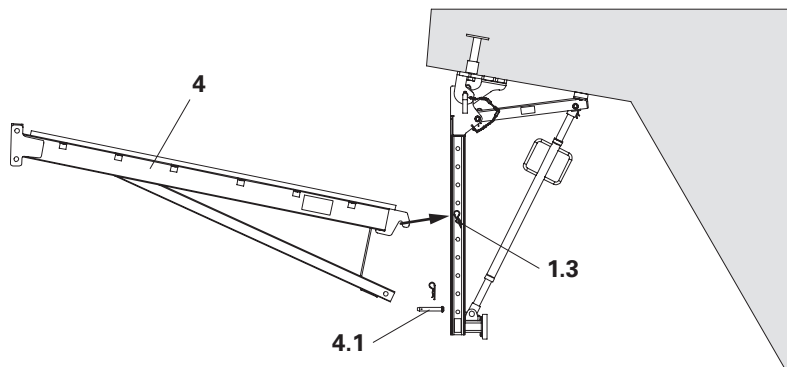

Fig. B2.01
3. Agganciare il traverso per piattaforma (4) nel perno $\text{\O}16 \times 90$ mm (1.3).
4. Bloccare con il perno inferiore $\text{\O}16 \times 90$ mm (4.1). (Fig. B2.01)